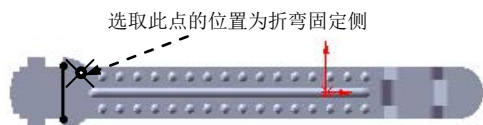

图 15.3.46 固定侧的位置
(3) 定义折弯固定侧。在图 15.3.46 所示的位置处单击，确定折弯固定侧。
(4) 定义钣金参数属性。在 **折弯参数(P)** 区域的  文本框中输入折弯角度值 55.0，在 **折弯位置:** 区域中单击“折弯在外”按钮 。
(5) 单击  按钮，完成折弯 1 的创作。